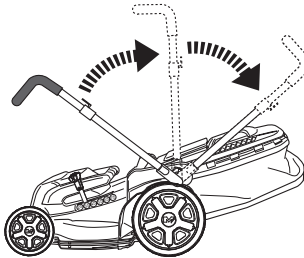

Fig. 3
- > Cuando el producto se entrega, la barra del mango (7) está en posición de almacenamiento.
- > Gire la barra del mango (7) y muévala a su posición de trabajo (Fig. 3).